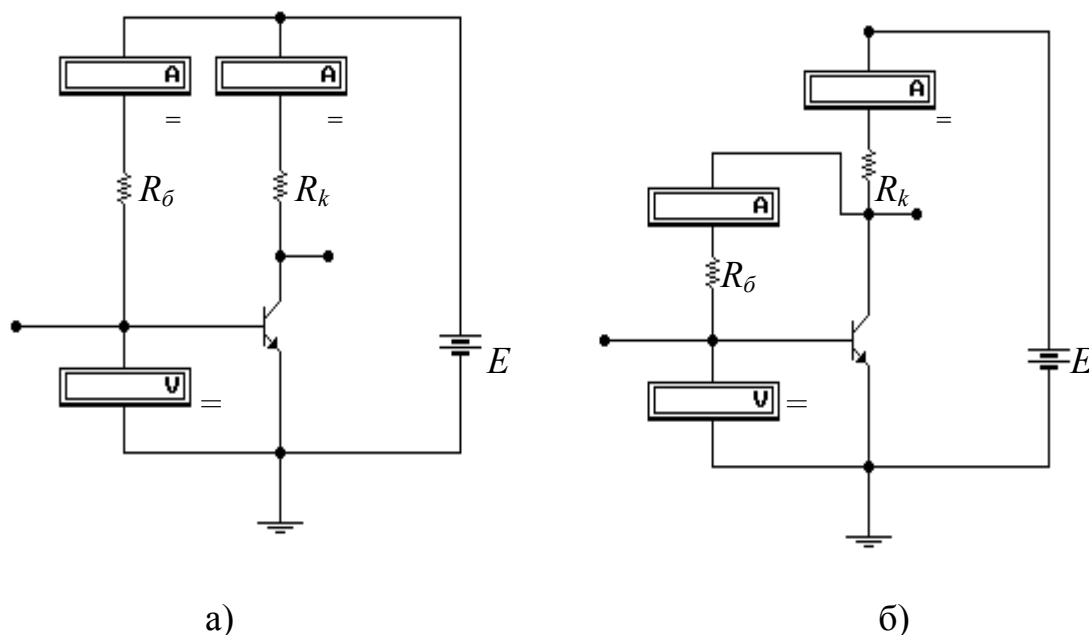

Рис. 1.3. Схема питания фиксированным током базы (а) и схема коллекторной стабилизации (б)
5. Выберите положение рабочей точки по входной характеристике и обеспечьте ее в схеме питания фиксированным током базы (рис. 1.3,а). Для того, чтобы напряжение на коллекторе осталось примерно тем же, следует обеспечить соответствующее увеличение напряжения питания:
5. Перейдите к схеме коллекторной стабилизации (рис. 1.3,б) и обеспечьте тот же режим работы транзистора.
2. Вызовите схему, которая исследовалась в лабораторной работе № 1 (рис.1.3а), и измерьте ток покоя коллектора. Подключите ко входу генератор переменного напряжения и посмотрите, как изменится ток покоя коллектора. Убедитесь, что после подключения разделительной емкости между генератором переменного напряжения и входом каскада ток покоя коллектора вернется к исходному значению.